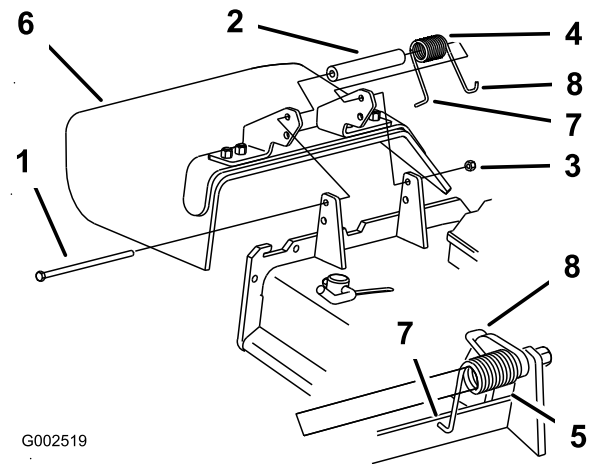

Bild 44
1. Entfernen Sie die Sicherungsmutter, Schraube, Feder und das Distanzstück, mit denen das Ablenkblech an den Drehhalterungen befestigt ist (Bild 44).
Hinweis: Stellen Sie sicher, dass sich das L-Ende der Feder hinter der Mähwerkkante befindet, bevor Sie die Schraube einführen, siehe Bild 44.
5. Führen Sie das J-förmige Hakenende der Feder um das Ablenkblech (Bild 44).